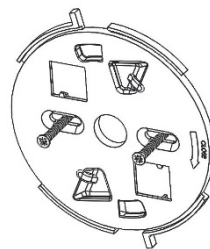

Figura 7
3. Con los orificios de montaje como plantilla, fijar el soporte de montaje a la superficie de montaje (ver la Figura 7).